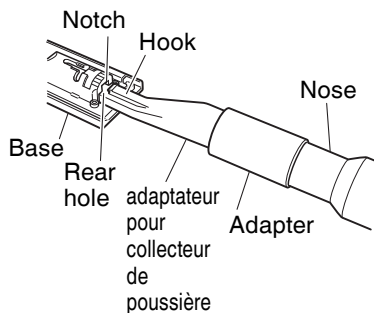

Fig. 17
- (5) Insérer le adaptateur pour collecteur de poussière dans l'orifice arrière de la base jusqu'à ce que le crochet s'enclenche dans la rainure. (Fig. 17)
- (6) Appuyer sur le crochet pour retirer le adaptateur pour collecteur de poussière.